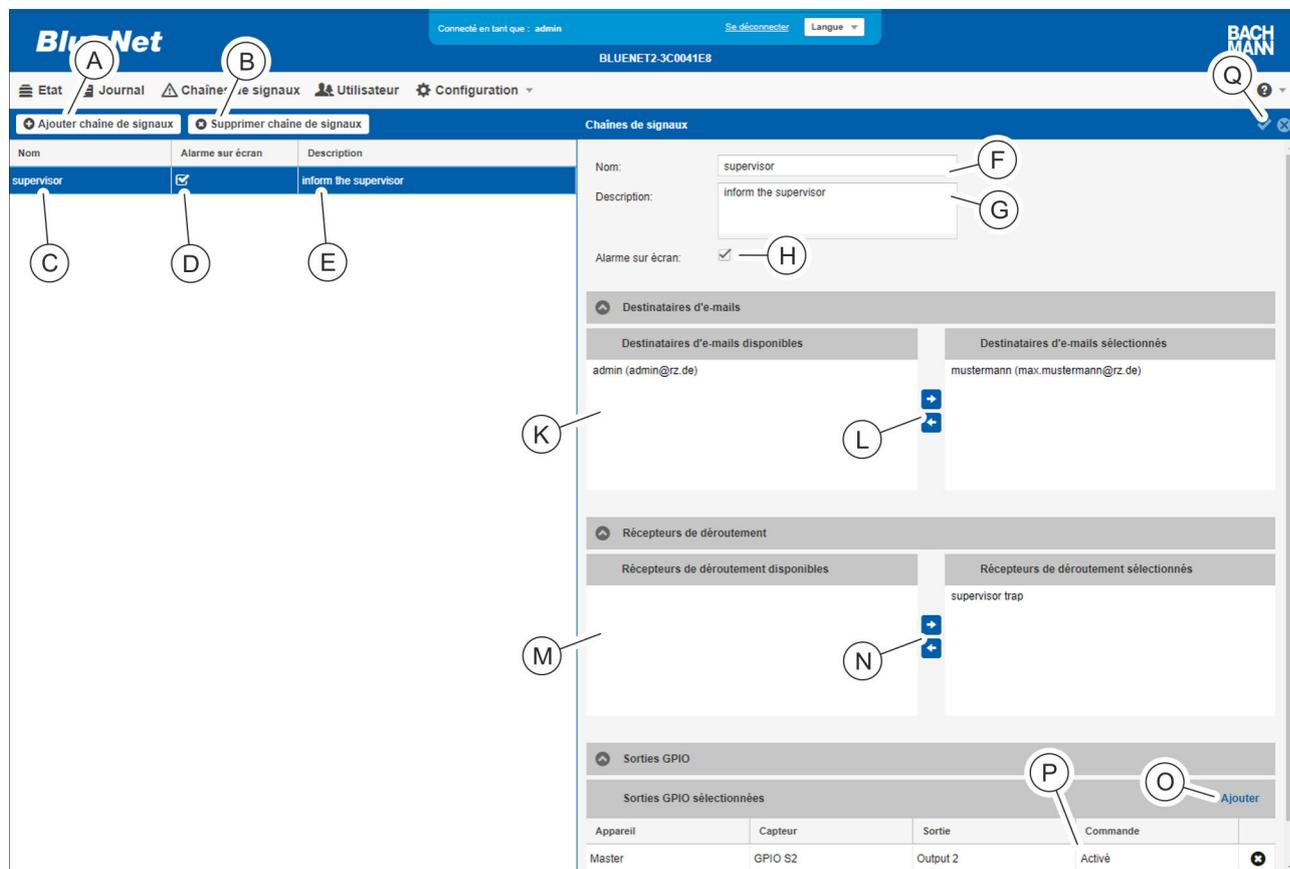

Fig. 124 : Menu « Chaîne de signaux »
2. Appuyer sur le bouton « Ajouter chaîne de signaux » (Fig. 124 /Ⓐ) pour créer une nouvelle chaîne de signaux.
Pour modifier une chaîne de signaux existante, sélectionner la chaîne de signaux appropriée dans la liste (Fig. 124 /Ⓒ).
3. Saisir une désignation pour la chaîne de signaux dans la zone « Chaîne de signaux » (Fig. 124 /Ⓔ).
4. ➔ Si nécessaire, saisir une description de la chaîne de signaux (Fig. 124 /©).
5. ➔ Si nécessaire, cocher la case « *Alarme sur écran* » pour qu'un message d'alarme soit affiché sur l'écran du PDU (Fig. 124 /Ⓜ).
6. ➔ Dans le champ « *Destinataires d'e-mails disponibles* » (Fig. 124 /Ⓚ), sélectionner éventuellement un destinataire pour une notification par e-mail et appuyer sur le bouton ➔ dans le champ « *Destinataires d'e-mails sélectionnés* » pour écrire le message (Fig. 124 /Ⓛ).
7. ➔ Dans le champ « *Récepteurs de déroutement disponibles* » (Fig. 124 /Ⓜ), sélectionner éventuellement un récepteur de déroutement et appuyer sur le bouton ➔ pour le déplacer dans le champ « *Récepteurs de déroutement sélectionnés* » (Fig. 124 /Ⓝ).
8. ➔ Si la chaîne de signaux doit être reliée à une sortie sur un module GPIO, sélectionner le bouton « *Ajouter* » (Fig. 124 /©).
10. ➔ Si nécessaire, sélectionner la sortie correspondante dans la liste et définir dans le menu de sélection « *ON* » / « *OFF* » (Fig. 124 /Ⓟ) si le relais doit être activé ou désactivé quand la chaîne de signaux est déclenchée.
11. ➔ Appuyer sur le bouton « *Enregistrer* » pour confirmer la sélection (Fig. 124 /©).
⇒ La chaîne de signaux est créée (Fig. 124 /©).
*Pour supprimer une chaîne de signaux, sélectionner la chaîne de signaux souhaitée (Fig. 124 /©) et appuyer sur le bouton « *Supprimer chaîne de signaux* » (Fig. 124 /Ⓟ). Une boîte de dialogue apparaît alors et comporte une question qui doit être confirmée.*